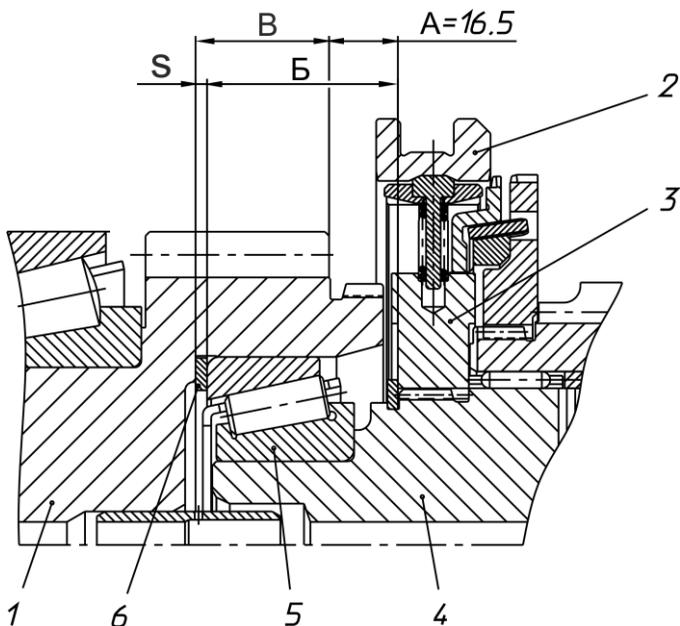

Рисунок 8 – Подбор толщины регулировочной прокладки:
1. Рассчитать номинальный размер толщины регулировочной прокладки для обеспечения взаимного расположения первичного и вторичного валов с монтажным размером $A=16,5$ мм (рисунок 8). Для удобства замеров с передней части синхронизатора снять зубчатое кольцо с деталями фрикционной системы.